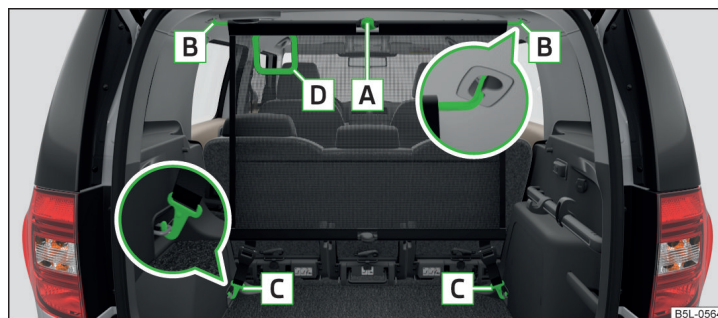

Fig. 106 Peretele despărțitor din plasă aflat în spatele banchetei
- Așezați bara transversală în prinderea **B** » fig. 106, mai întâi într-o parte și apăsați-o spre înainte. Așezați în mod similar bara transversală în cealaltă parte, în prinderea **B**.
- Apăsați pe tasta roșie a articulației **A** » fig. 106. Articulația se desprinde. ▶
Orificiul **D** » fig. 106 din peretele despărțitor cu plasă este prevăzut pentru executarea centurii de siguranță cu prindere în trei puncte » pagina 16.